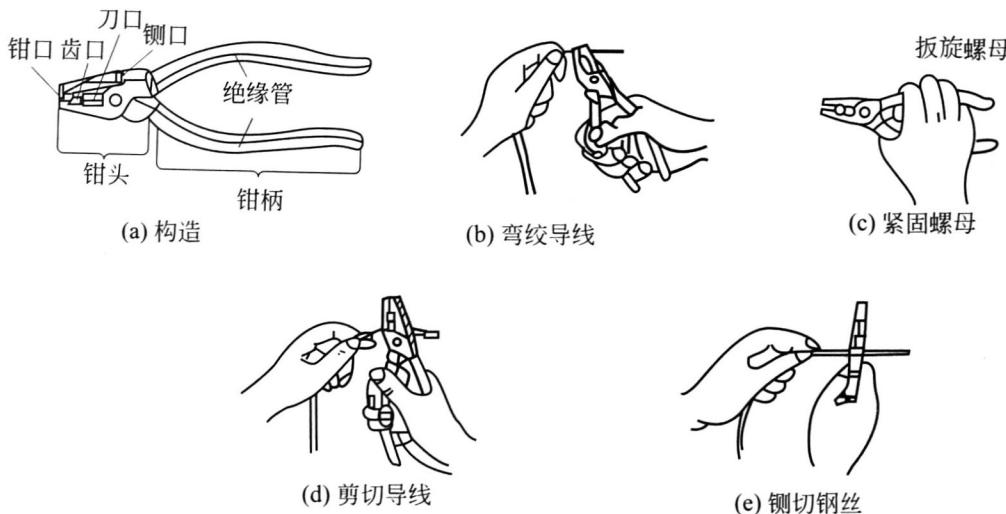

图 1-5 钢丝钳的构造及应用
④ 钢丝钳 钢丝钳是一种夹持或折断金属薄片、切断金属丝的工具，电工用钢丝钳的柄部套有绝缘套管（耐压 500V），其规格用钢丝钳全长的毫米数表示，常用的有 150mm、175mm、200mm 等。钢丝钳的构造及应用如图 1-5 所示。
钢丝钳在电工作业时，用途广泛。钳口可用来弯绞或钳夹导线线头；齿口可用来紧固或起松螺母；刀口可用来剪切导线或钳削导线绝缘层；侧口可用来铡切导线线芯、钢丝等较硬线材。钢丝钳各用途的使用方法如图 1-5 所示。在使用钢丝钳时应注意以下事项。